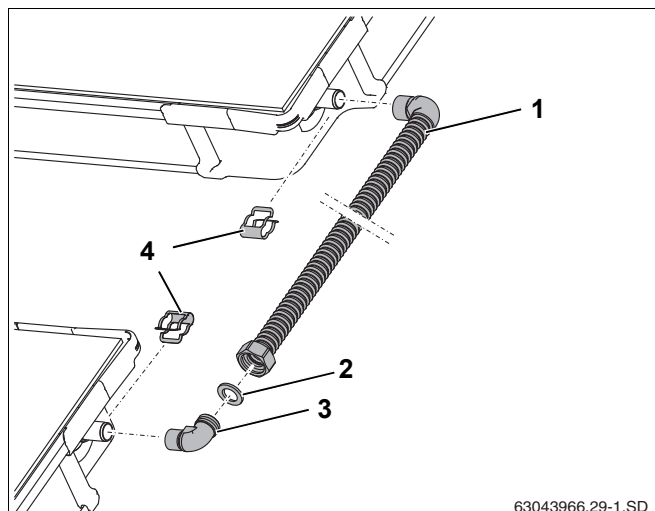

Рис. 60 Комплект для соединения двух рядов коллекторов
Если соединительную трубу (рис. 60, поз. 1) нужно укоротить, то следуйте указаниям по монтажу, приведенным в Глава "Подготовка соединительной трубы" стр. 36.
- ▶ Уложите уплотнение (рис. 60, поз. 2) в накидную гайку.
- ▶ Вставьте уголок (рис. 60, поз. 3) в накидную гайку G1, выровняйте его и прикрутите.
- ▶ Наденьте соединительную трубу (рис. 60, поз. 1) на штуцеры коллекторов и зафиксируйте зажимами (рис. 60, поз. 4) из комплекта для подключения.